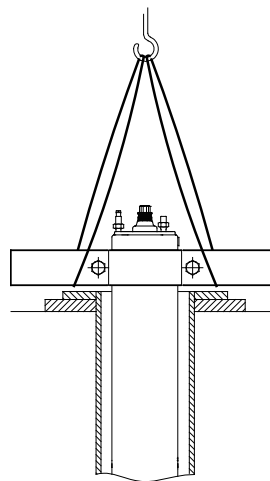

Fig. 18 Moteur en position verticale
2. Placer le moteur verticalement à la surface du forage, voir fig. 18.